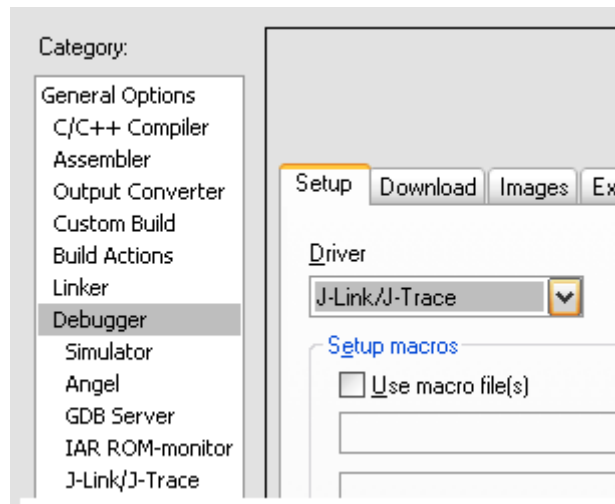

Рисунок 44 Выбор устройства JTAG
5. Измените настройки проекта так, чтобы включился внутрисхемный режим отладки, рис. 44.